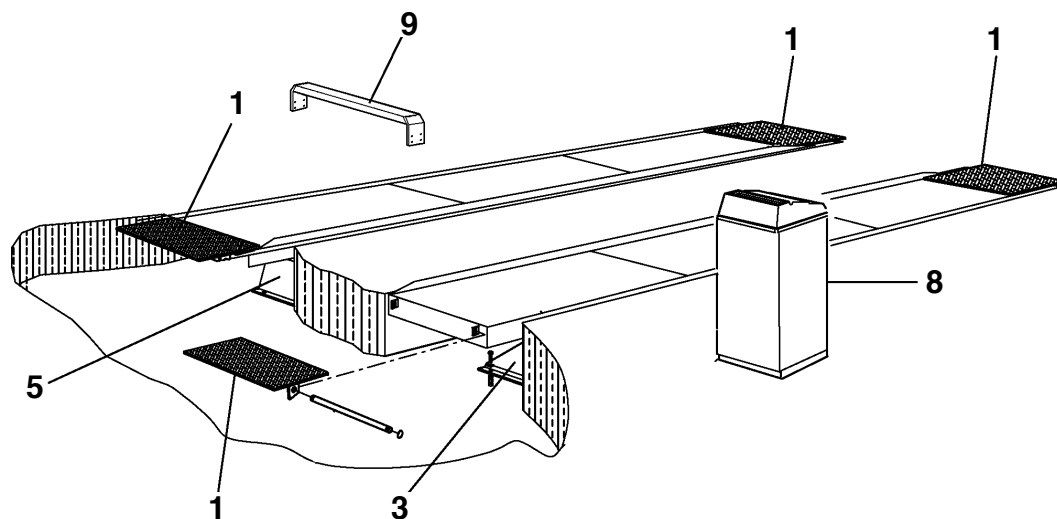

Fig. 39
**Rif. Fig. 39** - Montare gli arresti (1).
**Ref. Fig. 39** - Fit the stops (1).
**Zu Abb. 39** - Die Abrollsicherungen (1) montieren.
**Réf. Fig. 39.** Installer les arrêts (1).
**Ref. Fig. 39** - Montar los frenos (1).